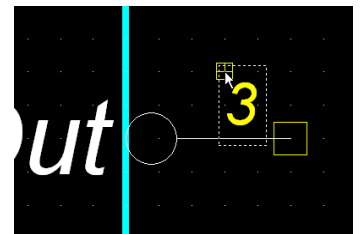

Рис. 4.12 - Перемещение номера вывода
- Для изменения положения номера вывода выделим его **ЛК** при нажатой клавише **Shift** и, не отпуская **ЛК**, перетащим его в позицию над выводом (рис. 4.12).